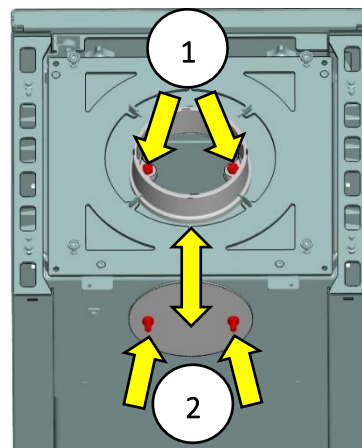

Fig. 21 : Changer le manchon du conduit de fumée
5. Retirer le manchon de tuyau de fumée sur la partie supérieure de l'appareil en desserrant les 2 vis (Fig. 21 Pos.1). Retirer le couvercle obturateur sur la partie arrière du boîtier en retirant les 2 vis (Fig. 21 Pos.2). Les contre-écrous sont accessibles par le volet d'inspection.